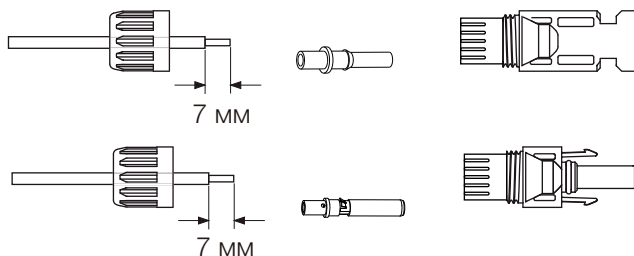

Рис. 5.3 Снятие колпачковой гайки коннектора
- а) Зачистите кабель постоянного тока примерно на 7 мм, снимите колпачковую гайку коннектора (см. рисунок 5.3).